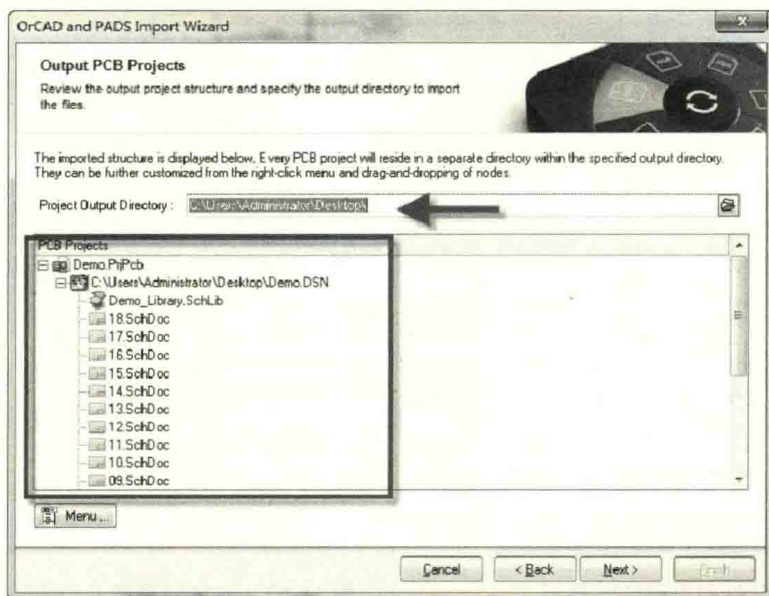

图 11-64 设置转换输出文件路径及预览工程文件
(4) 根据向导设置输出文件路径及预览工程文件，如图 11-64 所示。继续单击“Next”按钮，根据向导进行转换，直到转换完成。